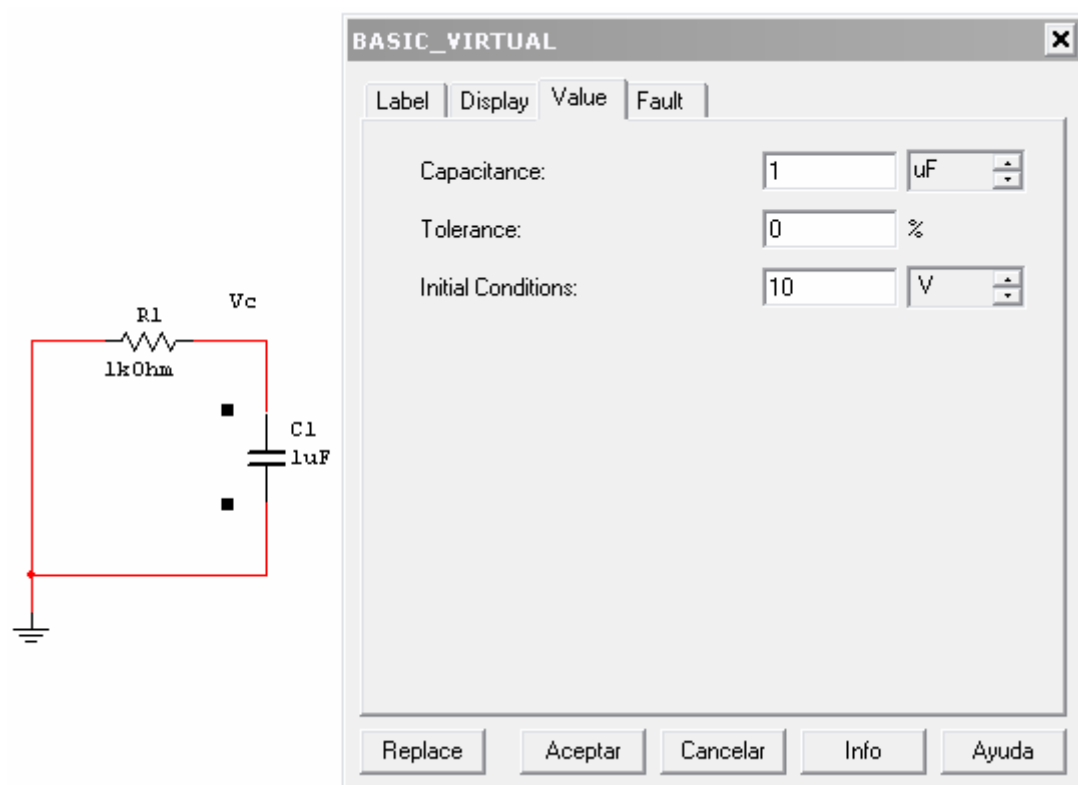

Figura 4.6. Circuito de descarga de un condensador
- Una vez montado el circuito de la Figura 4.6 hay que activar la condición inicial del condensador. Este valor es la tensión que queremos que tenga el condensador en el momento de iniciar la descarga.